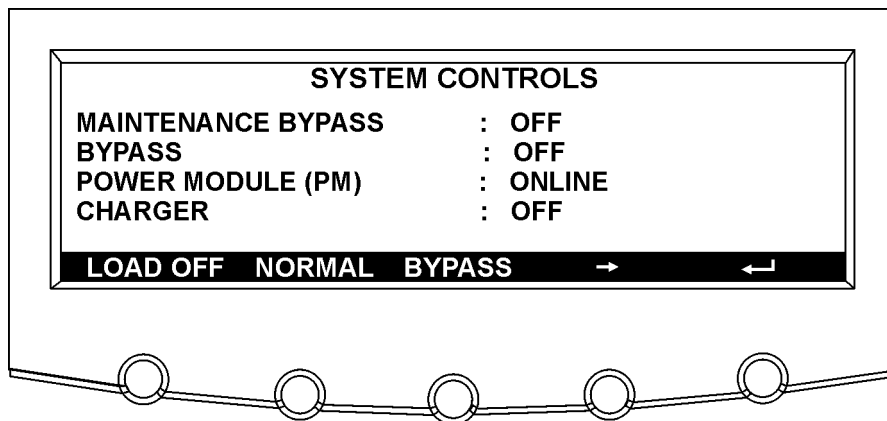

Abb. 5-5. Systemsteuerung Fenster 1
Mit Taste STEUERUNG (CONTROLS) auf der Hauptmenüleiste wird das Fenster zur Systemsteuerung angezeigt. In diesem Menü werden Lastabwurf (LOAD OFF), Normalbetrieb, Umschaltung in den Umgebungsbetrieb, die Steuerung des Ladegeräts und das Ein- und Ausschalten des Leistungsmoduls gesteuert. Außerdem zeigt dieses Fenster den gegenwärtigen Betriebszustand der USV und meldet, ob die USV mit der internen Umgehung oder Wartungsumgehung arbeitet und in welchem Zustand das Leistungsmodul (PM) und das Batterieladegerät sind. Abbildung 5-5 und 5-6 zeigen das Fenster mit den Systemsteuerungen.